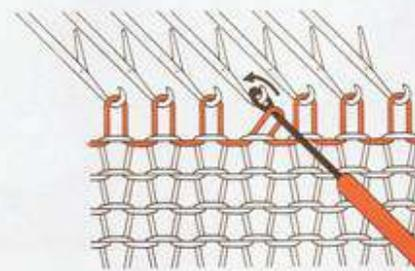

Fig. 96/A
- Retirer avec précaution l'aiguille à clapet et accrocher la maille dans le crochet vide de l'aiguille (fig. 96-A) avec le poinçon.